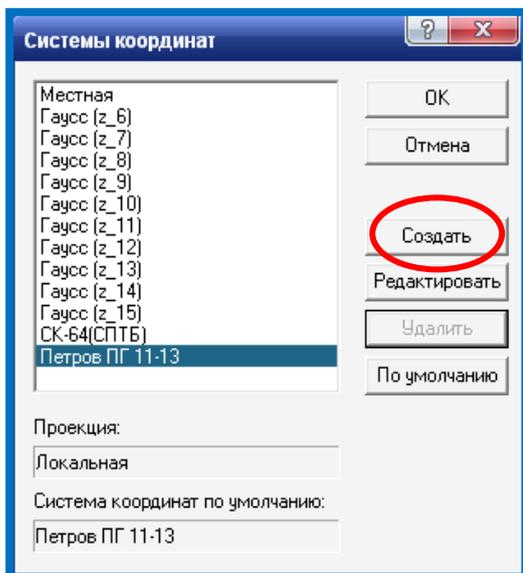
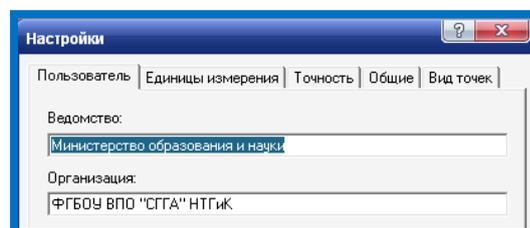
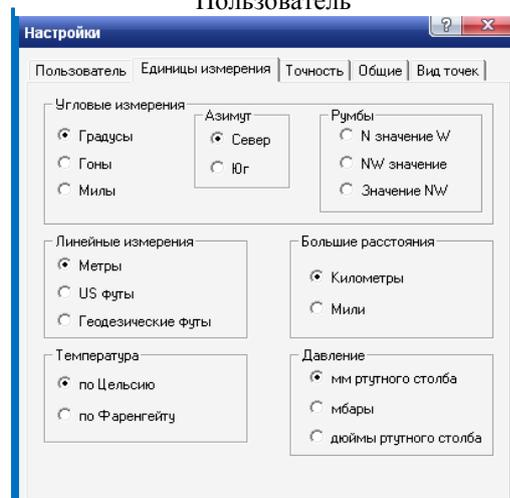

Рисунок 7- Создание Пользовательской Системы координат
Рисунок 8 - Заполнение вкладки Пользователь
Рисунок 9 - Заполнение вкладки Единицы измерения
4. В меню Установки создаем новую – Пользовательскую Систему координат (Рис.7), выполняем общие настройки проекта, заполняя вкладки Пользователь (Рис.8), Единицы измерений (Рис.9).